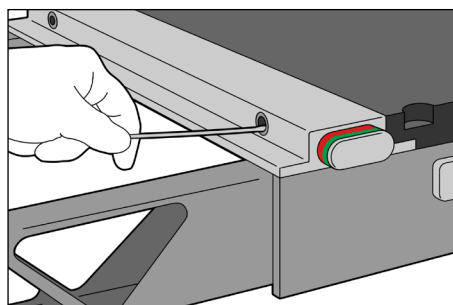

图3
3. 使用干棉棒来清洁安装孔的内面。（图3）
5. 用干棉棒擦掉附着的棉绒和污垢。（图3）